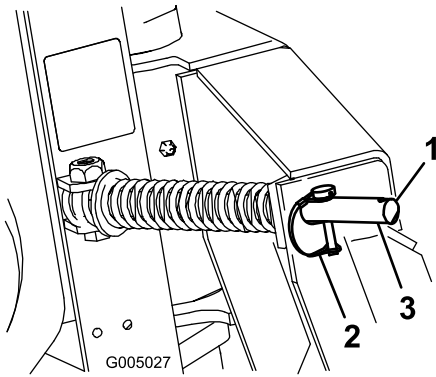

Рисунок 5
1. Переставьте штифты с кольцами в наружные отверстия штоков с пружинами, чтобы плуг мог отклоняться в стороны (Рисунок 5).
1. Переставьте штифты с кольцами во внутренние отверстия штоков с пружинами, чтобы предотвратить отклонение плуга в стороны (Рисунок 5).